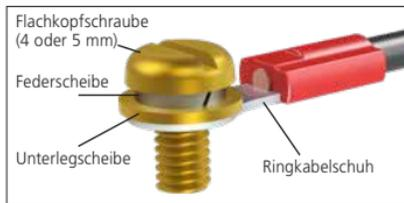

Abb. 5.5.1
**⚠ WARNHINWEIS:** Um zu gewährleisten, dass die elektrischen Anschlüsse sicher sind, ist es wichtig, dass die mitgelieferten Unterlegscheiben verwendet werden (siehe hierzu Abbildung 5.5.1). Wird die unterlassen, kann es passieren, dass sich die Anschlüsse lockern oder die Schrauben nicht fest auf den Ringkabelschuhen sitzen. Die Federscheiben müssen flachgedrückt werden. Das Anzugsdrehmoment darf 1,5 Nm (1.1 lbf.ft) nicht überschreiten.